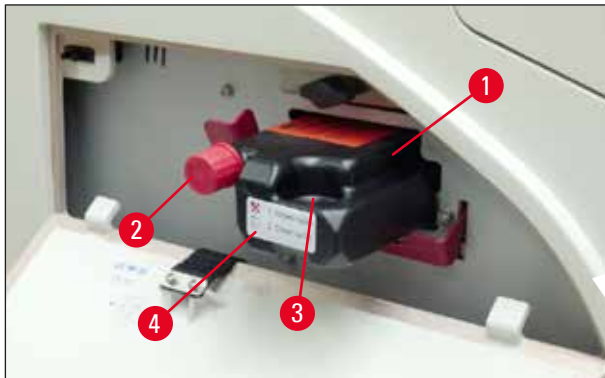

Fig. 60
3. Quite la lámina de protección e inserte el cartucho hasta la mitad en la ranura (→ "Fig. 60").